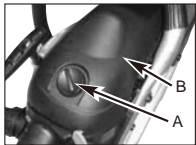

Fig. 18A
2. Fjern knappen (A), som holder luftfilterdækslet på plads, fjern topdækslet (B) ved at løsne skrueene. Dækslet tages af. (Fig. 18A)